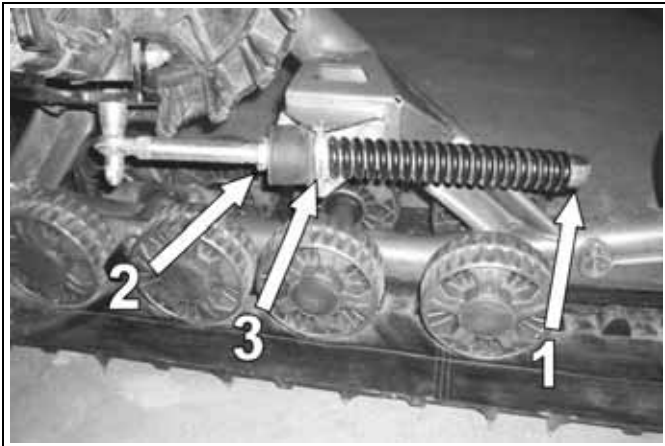

Abbildung 9
- Lösen Sie Überwurfmutter (1), die die Feder der Stabilisierungsstange zusammendrückt (siehe Abbildung 9).
- Drehen Sie Überwurfmutter (2) bis sie den Gummidämpfer und dieser die Halterung (3) berührt. Drücken Sie den Gummidämpfer dann durch eine Umdrehung von Überwurfmutter (2) zusammen.
- Drehen Sie Überwurfmutter (1) bis sie die Feder berührt. Drücken Sie die Feder dann durch 4 Umdrehungen der Überwurfmutter zusammen.